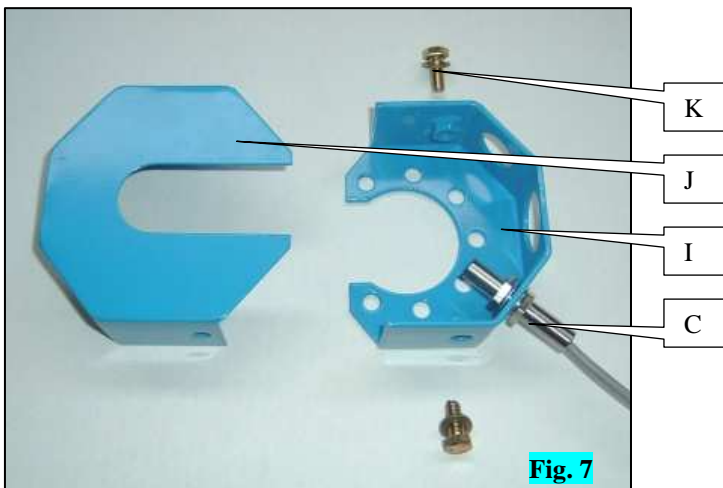

Fig. 7
- Sur NX**, positionner le capteur C sur son support I (fig. 7) et fixer le couvercle de boîte J à l'aide des 2 vis K.
- **On NX seeders**, position sensor C on its mounting I (fig. 7) and mount unit cover J using the 2 screws K.
Bei NX-Sämaschinen: Positionieren Sie den Sensor C auf seiner Halterung I (Abb. 7) und befestigen Sie mit Hilfe der beiden Schrauben K den Gehäusedeckel J.
- **Op de NX** plaatst u de sensor C op de steun I (fig. 7) en bevestigt het deksel van kast J met behulp van 2 schroeven K.
En NX, situar el captador C en su soporte I (fig. 7) y fijar la tapa de la caja J con los dos tornillos K.
Nel modello NX, posizionare il sensore C sul suo supporto I (fig. 7) e fissare il coperchio della scatola J con le 2 viti K.